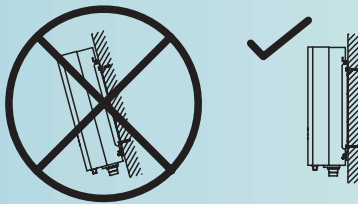

Fig. 2
- Elegir un soporte vertical y robusto que pueda soportar el peso del aparato (Fig. 2).